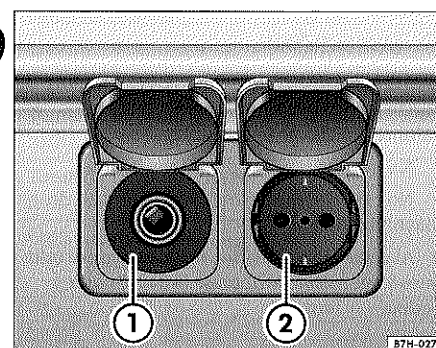

Fig. 2 Tomas de 230 y 12 voltios en el lateral, a la derecha de la cocina
- en el lado derecho de la cocina, detrás del asiento del conductor ⇒ fig. 2 ①,
La toma de 230 voltios se encuentra en el lado derecho de la cocina, detrás del asiento del conductor ⇒ página 5, fig. 2 ②.